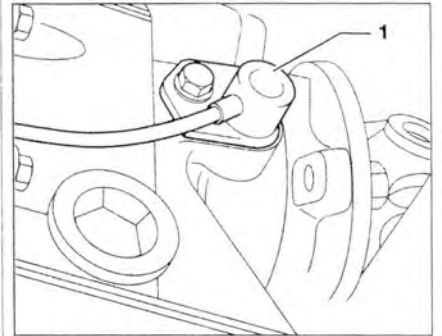

Рис. 2.12. Отсоедините датчик 1 спидометра.
27. Отсоедините датчик 1 спидометра (рис. 2.12).